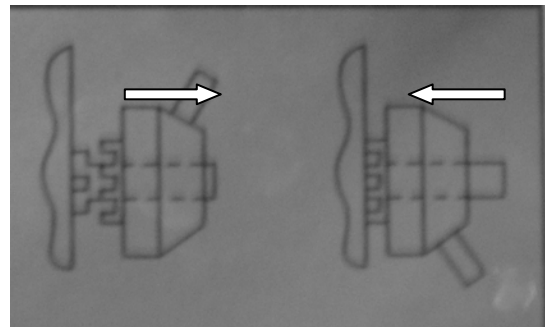

Рис.12
Точное перемещение фрезерной головки осуществляется вращением маховика микроподачи (2), при подключенной полумуфте когда рукоятки вертикальной подачи (3) сдвинуты к фрезерной головке (см. Рис.12). Цена деления нониуса микроподачи 0,025 мм.